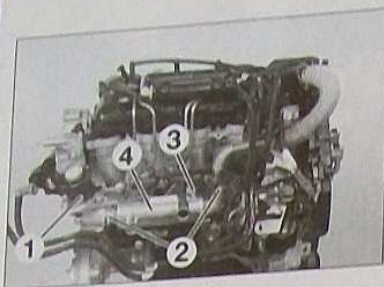

FIG. 36
- Déposer la vanne EGR (1) (Fig.36).
- Déposer les colliers (2) et la fixation (3) de l'échangeur EGR.
- Ecarter l'échangeur EGR (4).